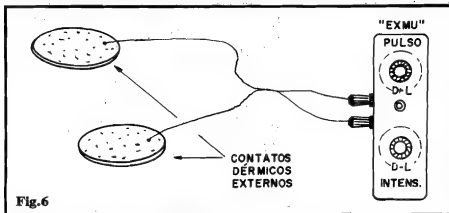

Fig.6
- 2 - Filtros de pia, redondos, em alumínio ou inox, para a confecção dos eletrodos "externos" (ver fig. 6)
- FIG. 6 - OS CONTATOS DÉRMICOS (ELETRODOS) EXTERNOS - Conforme se vê das figuras 4 e 5, está prevista a possibilidade de utilização de eletrodos externos, através dos dois jaques "banana" incorporados à caixa do EXMU... Tais eletrodos poderão ser facilmente confeccionados com filtros ("ralos") de pia, em alumínio ou aço inoxidável, redondos, perfuradinhos (os furinhos ajudam a pele do local a "respirar", evitando o acúmulo de suor no local, que alteraria as condições elétricas/resistivas de aplicação dos pulsos excitadores...). No caso, os comprimentos dos cabos poderão ser condicionados por quaisquer fatores de "conforto", ou específicos para as aplicações desejadas... Detalhes práticos, como a possibilidade de "aplicação manual" (ou seja: com o fisioterapeuta segurando e pressionando os eletrodos, contra a região do corpo do paciente que deva receber o tratamento...) devem ser aqui considerados, eventualmente com a anexação de proteções isolantes, manoplas plásticas, etc., aos eletrodos. Esse tipo de contato dérmico se presta mais a aplicações em regiões do corpo que apresentem grande área, como as costas, a lateral do tronco, região lombar inferior, ao longo das coxas, etc. Já quando a lesão a ser tratada se estender por pequena área, ou situar-se nos braços e parte inferior das pernas, mãos, pés, pescoço, etc., a solução mostrada na fig. 5 nos parece a mais prática e direta... Notem, contudo, que o critério de localização exata dos eletrodos é matéria inefente aos conhecimentos profissionais do fisioterapeuta, e de ninguém mais...!